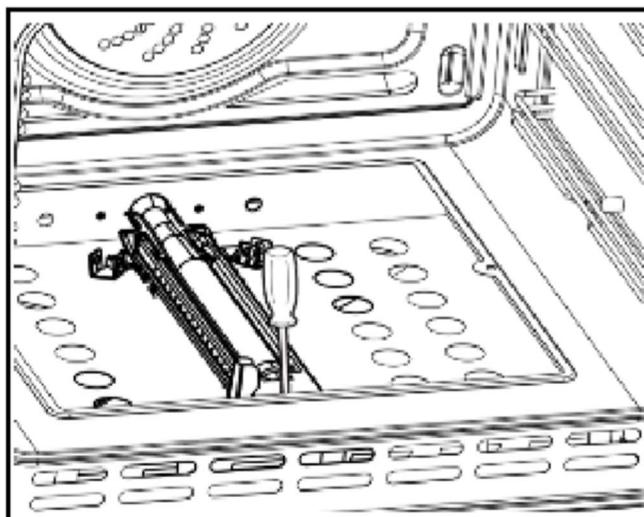

Рис. 10
- Открутите болты и снимите болт горелки "A" (Рисунок 10).